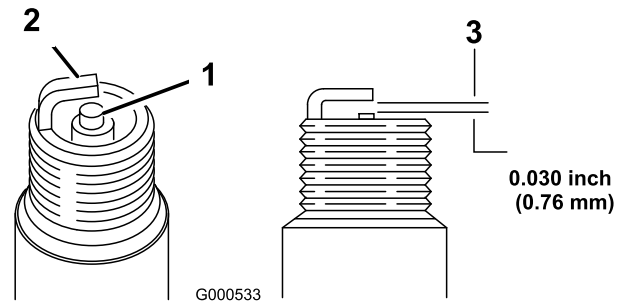

Figura 23
5. Fije el hueco entre los electrodos en 0,76 mm (Figura 23).